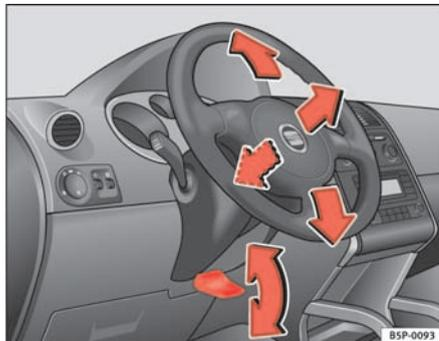

Fig. 127 Réglage de la position du volant de direction
- Basculez le levier ⇒ fig. 127 situé sous la colonne de direction vers le bas ⇒ ⚠.